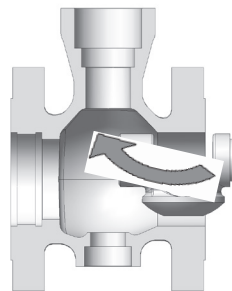

Figura 5b: Instalación del obturador
- 13.15 Inserte el obturador en el cuerpo según la Figura 5b.
- ▲ NOTA:** El cojinete del montante (pos. 84) se introduce a presión en el obturador.